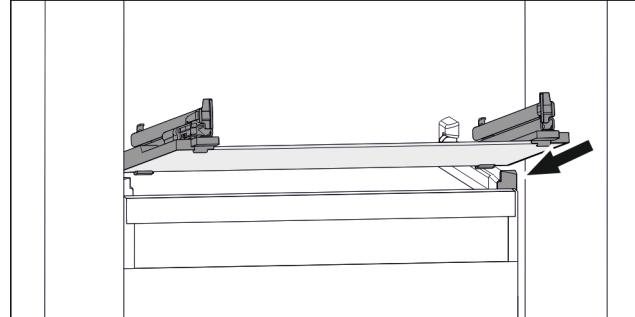

Fig. 142 玻璃隔板例图
- ▶ 将玻璃隔板斜放在止动器后面。 (参见 Fig. 142)